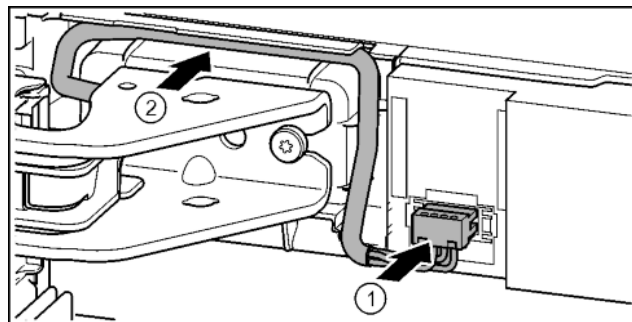

Fig. 40
- ▶ Wcisnąć wtyczkę nad górną płytkę zawiasu i ostrożnie ułożyć w kanale skrętkę kablową. *Fig. 40 (1)*
- ▶ Szary kabel ostrożnie ułożyć w przewodnicy nad górną płytkę zawiasu. *Fig. 40 (2)*